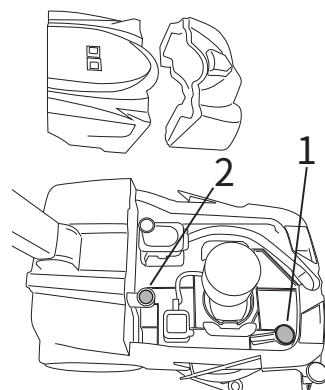

Fig.30
- ・ フィルターを取り外し、水で洗淨します (図30、参照1)。
- ・ フィルターを取り外し、水で洗淨します (図30、参照2)。